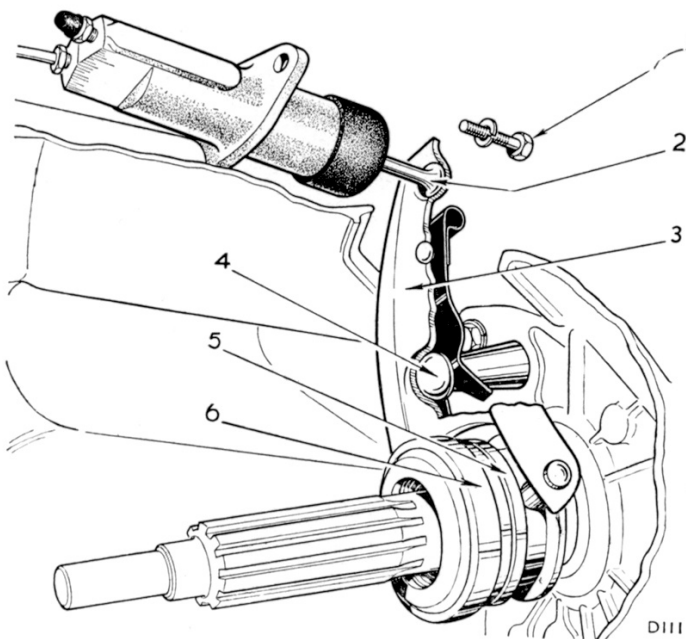

Fig. 9. Fixation de la fourchette de débrayage (Vitesse)
Se référer à la Fig. 9 pour les modèles Vitesse : enlever les boulons de fixation (1) du cylindre de débrayage et libérer la tige-poussoir (2) de la fourchette de débrayage (3). Décrocher la fourchette de son pivot sphérique (4) retirer le manchon de butée (5) et détacher la butée de débrayage (6).